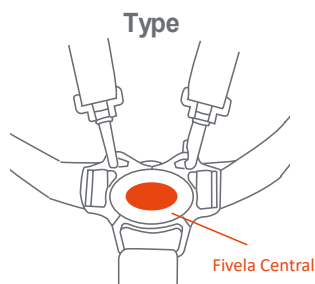

Fig. 11
11) • Aperte o botão da fivela central do cinto para desbloquear os fechos do cinto (Fig.11).